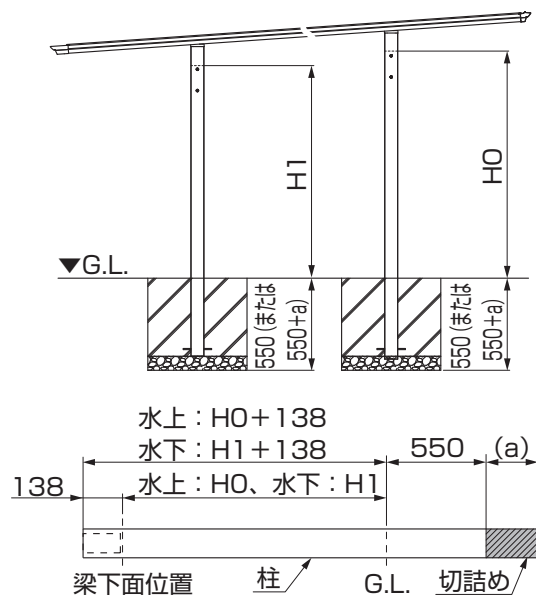
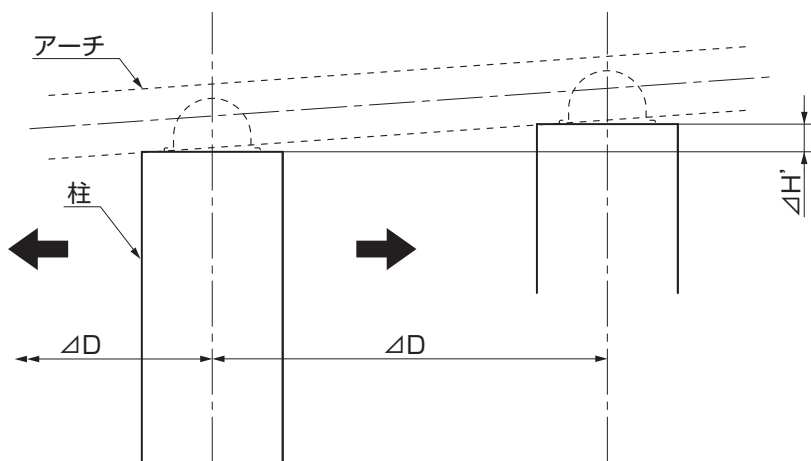

図2-2 柱の基礎埋込み寸法
図2-3 柱を移動する場合
- 柱のG.L.下の寸法が550を超える場合はa寸法を切詰めるか、柱の埋込み寸法aの値を加算してください。本体サイズ、屋根角度、柱の移動距離により550をこえる場合があります。（図2-2、図2-3、表2-1 参照）